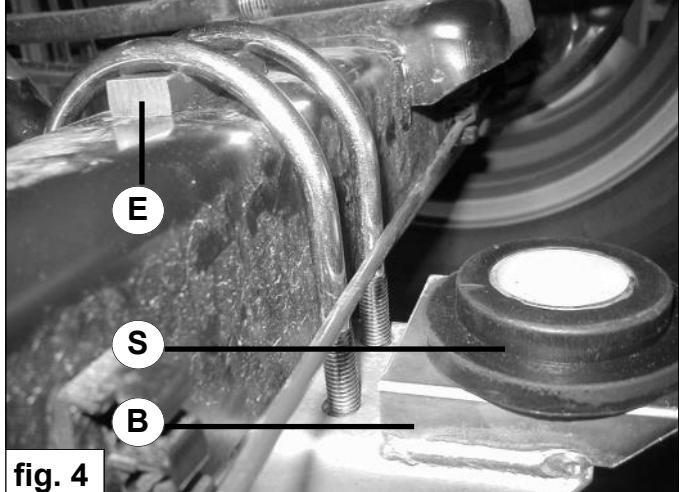

fig. 4
5. Montez la coupelle inférieure B sous l'essieu. Assurez-vous que celle-ci soit montée verticalement sous l'attache supérieure. Pour ce faire, il se peut que vous deviez retourner le boulon de l'amortisseur inférieur. Dans le cas d'un essieu carré, placez les entretoises E sous les boutons en U sur l'essieu. Serrez les boulons en U avec une force de **25Nm**. Voir fig. 4.